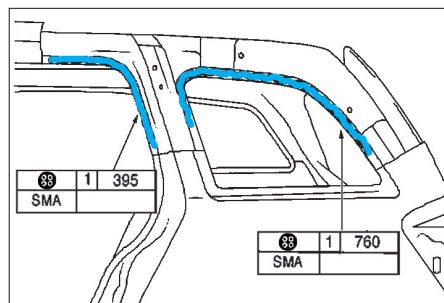

FIG. 150
- Encoller le renfort de panneau latéral (fig. 150).